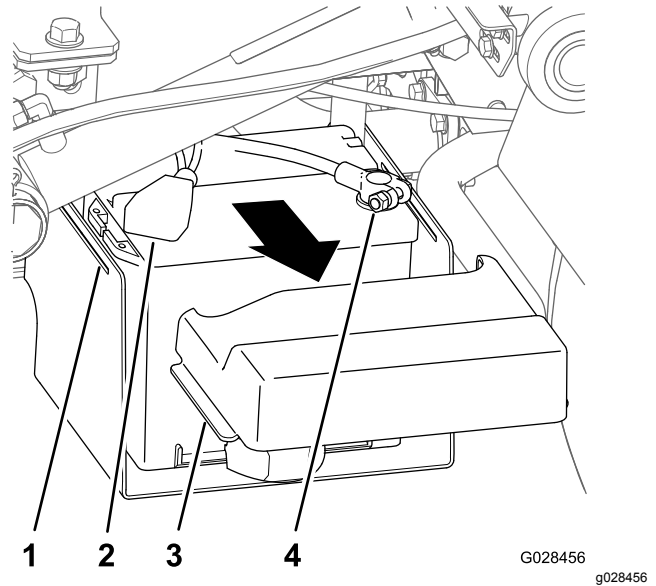

Figura 15
1. Presione los laterales de la cubierta de la batería para soltar las pestañas de las ranuras de la base de la batería, y retire la cubierta de la batería de la base de la batería (Figura 15).
2. Quite la cubierta y retire el terminal negativo de la batería (Figura 15).
3. Retire el terminal positivo de la batería (Figura 15).